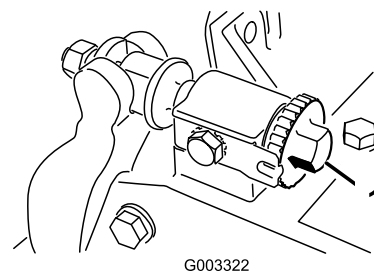

図 29
1. ベッドナイフ調整ノブ（図 29）を左に回して、ベッドナイフとリールの接触を完全になくす。